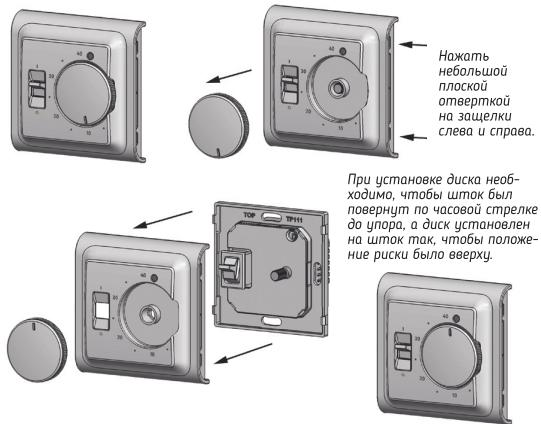

Рис. 4
- 1 Перевести выключатель терморегулятора в положение (O) - выключено.
- 3 Небольшой плоской отверткой аккуратно нажать на защелки, расположенные слева и справа от лицевой детали прибора, и снять деталь (см. рис. 4).
- 6 При установке диска необходимо аккуратно повернуть шток по часовой стрелке до упора, а диск установить на шток так, чтобы положение риски было вверху (указывало «40») (см. рис.4).